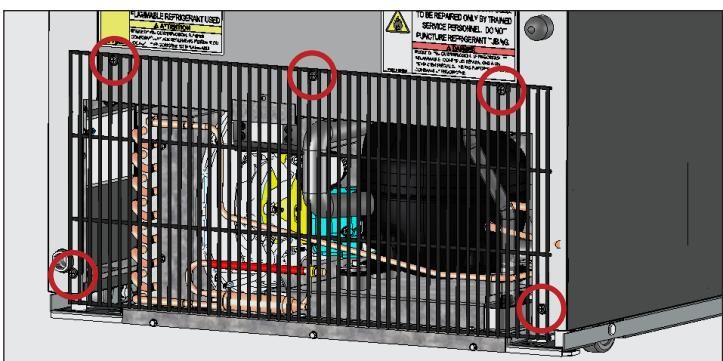

Рис. 1. Местонахождение винтов крепления задней решетки на модели CVM-11/13. Условия применения вашего устройства могут отличаться.
- Снять заднюю решетку. См. рис. 1 и 2.